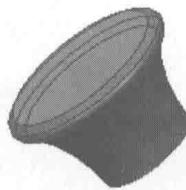

图 1.4 旋转特征 2
(3) 定义旋转属性。在操控板中选择旋转类型为 上 ，在“角度”文本框中输入角度值360.0，并按Enter键。
(4) 在操控板中单击“完成”按钮 \checkmark ，完成旋转特征1的创建。
Step3. 创建图1.4所示的旋转特征2。在**模型**功能选项卡的**形状**区域中单击“旋转”按钮 旋转 ，选取FRONT基准平面为草绘平面，TOP基准平面为参考平面，方向为 顶 ；单击**草绘**按钮，绘制图1.5所示的截面草图（包括中心线）；在操控板中选择旋转类型为 上 ，在“角度”文本框中输入角度值360.0；单击 \checkmark 按钮，完成旋转特征2的创建。